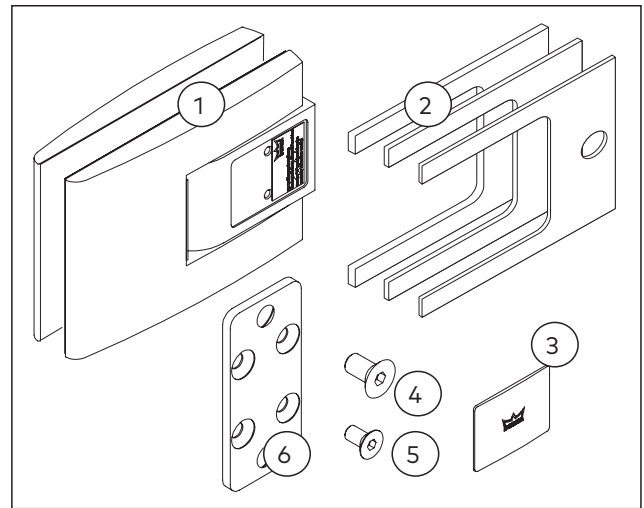

Abb. 9 Lieferumfang der Zargenbefestigung mit eingelassener Montageplatte
- 2 x Pendeltürband (Abb. 9/1)
- Zwischenlagen je 4 x in 3 verschiedenen Dicken: 1 mm, 2 mm, 3 mm (Abb. 9/2)
- 12 x Anschlagkappe in 3 verschiedenen Farben (Abb. 9/3)
- 4 x Senkschraube M8 x 16 (Abb. 9/4)
- 8 x Senkschraube M6 x 12 (Abb. 9/5)
- 2 x Montageplatte (Abb. 9/6)